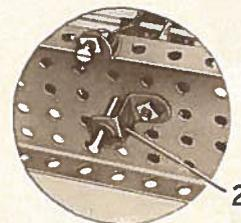

Fig. 1.28a
I due supporti triangolari piegati (1) sono avvitate ad un disco con mozzo fissato su di un asse di cm. 5. Quest'ultimo attraversa la piastra bordata e la doppia squadretta (2) di mm. 12 (Fig. 1.28a). Le due piastre flessibili di mm. 140 x 38 sono collegate fra loro a ciascuna estremità da un pezzo ad "U" formato con due squadrette. L'asse (3) è infilato nei fori estremi di due strisce a piega doppia di mm. 60 x 12, assicurate alle piastre flessibili dalla vite (4) su ciascun lato. L'asse (3) è tenuto in posizione con fermagli a molla. Alla sommità delle piastre flessibili è fissata una striscia di cm. 14 per mezzo di squadrette.